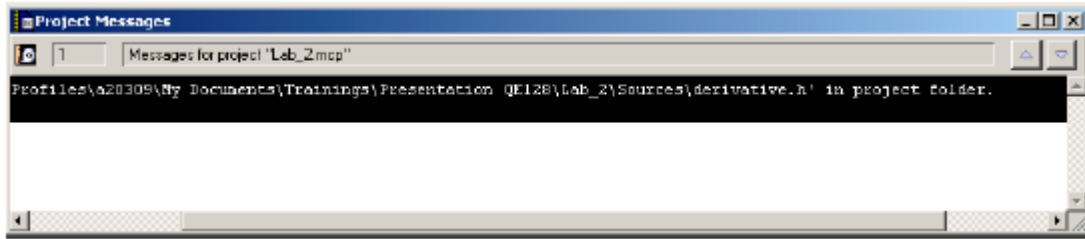

Figura 10.- Mensajes del proyecto.
6. El entorno integrado CodeWarrior 6.x cambiará en forma automática el archivo "derivatives.h" y se muestra ello en la **Figura 10.-**